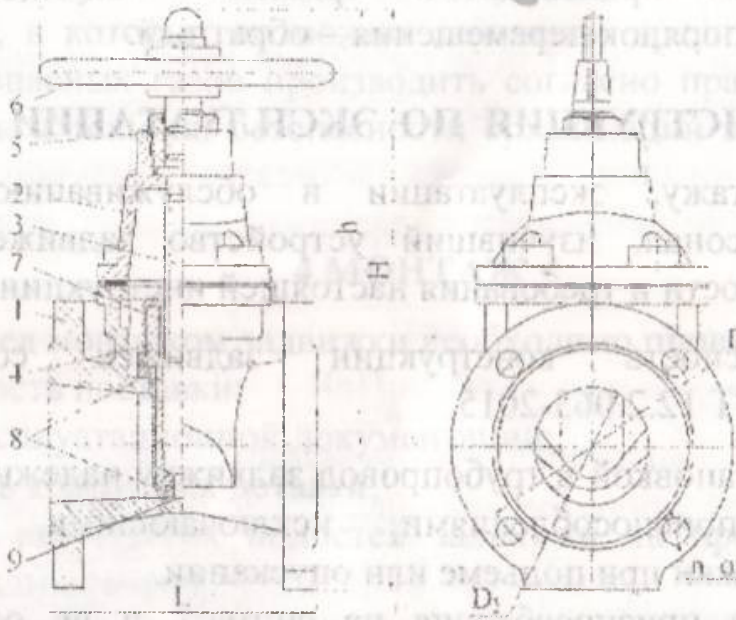

Рисунок 1
1.3 Основные габаритные и присоединительные размеры показаны на рис. 1, 2, 3 и в таблице 2
освальное см. рисунок 1